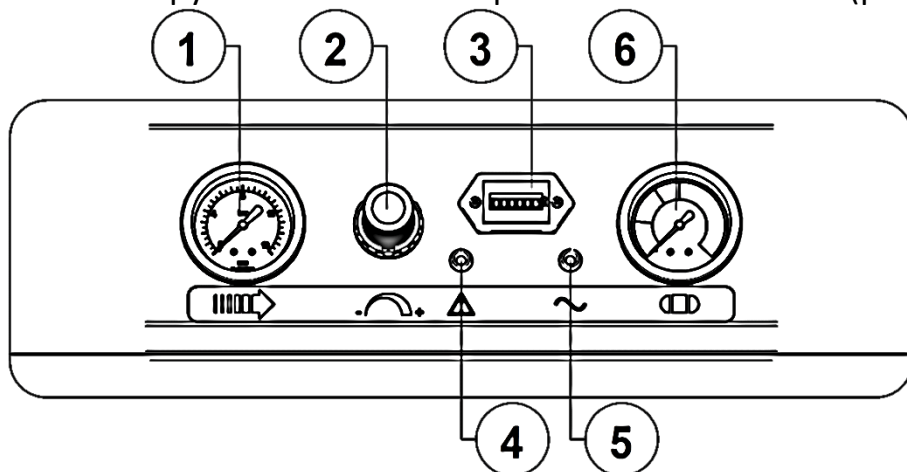
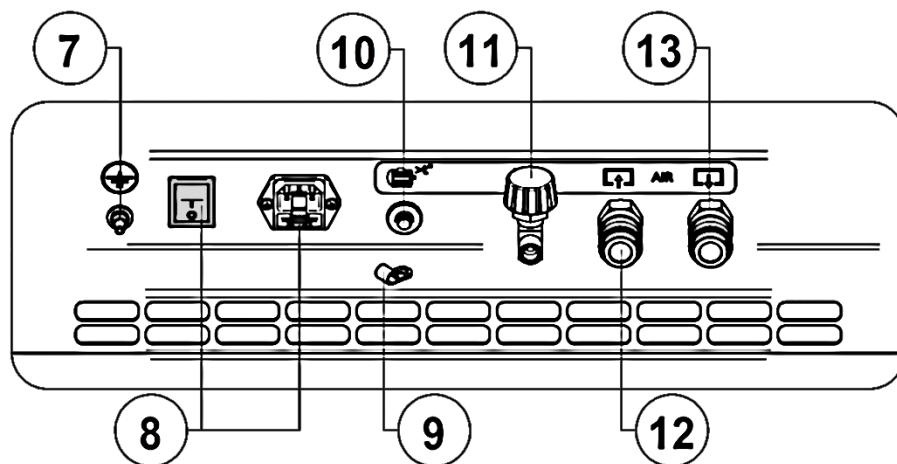

Рисунок 3 - Панель управления
Рисунок 4 - Задняя панель
7.4.2 К быстроразъемной муфте 13 (выход сжатого воздуха) (рисунок 4) присоедините шланг сжатого воздуха к исполнительному устройству.
7.4.3 При наличии опционально установленного перекидного клапана к быстроразъемной муфте 12 (вход сжатого воздуха) (рисунок 4) присоедините (если есть необходимость) шланг сжатого воздуха от центральной распределительной сети. Воздух от центральной распределительной сети автоматически подается через пневматическую систему компрессора к быстроразъемной муфте 13. Компрессор при таком подключении служит в качестве запасного источника сжатого воздуха. При понижении давления воздуха в центральной распределительной сети компрессор включается автоматически.
7.5.4 Шнур питания зафиксируйте зажимом **9** (рисунок 4).
7.5.5 Провод заземления подключите к винту заземления **7** (рисунок 4) на задней панели компрессора. При наличии заземляющего контакта в электрической розетке, дополнительное заземление не требуется.
Включите компрессор выключателем **8** (рисунок 4) на задней панели. Для этого необходимо переключить выключатель в положение «I». Включенное состояние сигнализируется зелёной контрольной лампочкой **5** (рисунок 3).
7.7.4 После останова компрессора настройте регулятор давления **2** (рисунок 3) в соответствии с 8.3.1.
- Выключить компрессор выключателем **8** (рисунок 4) на задней панели. Для этого необходимо переключить выключатель в положение «О». После этого остановится двигатель и произойдет сброс давления из нагнетательного воздухопровода и поршневого блока.
- Снизить давление в ресивере до атмосферного при помощи крана разгрузки **11** (рисунок 4).
8.3.1 Настройка давления сжатого воздуха осуществляется регулятором давления **2** следующим образом (рисунок 3):
ВНИМАНИЕ: НАСТРОЙКА РЕГУЛЯТОРА ДАВЛЕНИЯ ДОЛЖНА ПРОИЗВОДИТЬСЯ ПРИ ЗАКРЫТОМ КРАНЕ РАЗГРУЗКИ РЕСИВЕРА 11 (РИСУНОК 4)!
8.3.2 Компрессор оборудован устройством защиты от перегрузок. При нарушении питания электрической сети, а также при перегреве компрессора возможно автоматическое срабатывание защиты двигателя, о чем сигнализируют красная контрольная лампочка **4** (рисунок 3) на панели управления.
- Переключите выключатель **8** (рисунок 4) на задней панели в положение «О».